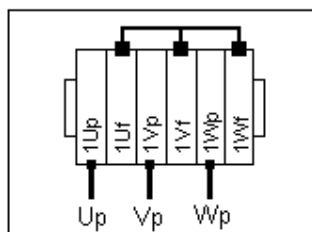

Figura 4
- 1) Cambiar la conexión del transformador principal según la Figura 4